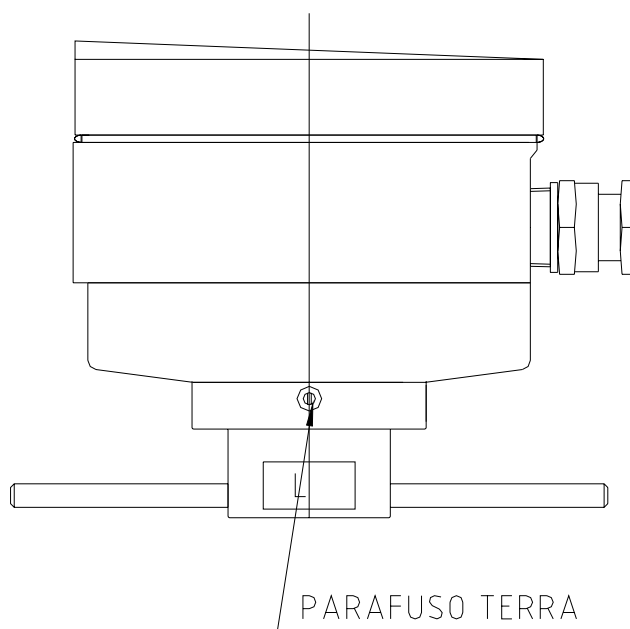

Figura 10
- Para aterrar o medidor utilize o parafuso do cabeçote conforme **figura 10** e cabo com secção mínima de  $2,5\text{ mm}^2$ . A haste de aterramento deverá estar o mais próximo possível do medidor garantindo a eficiência do mesmo.